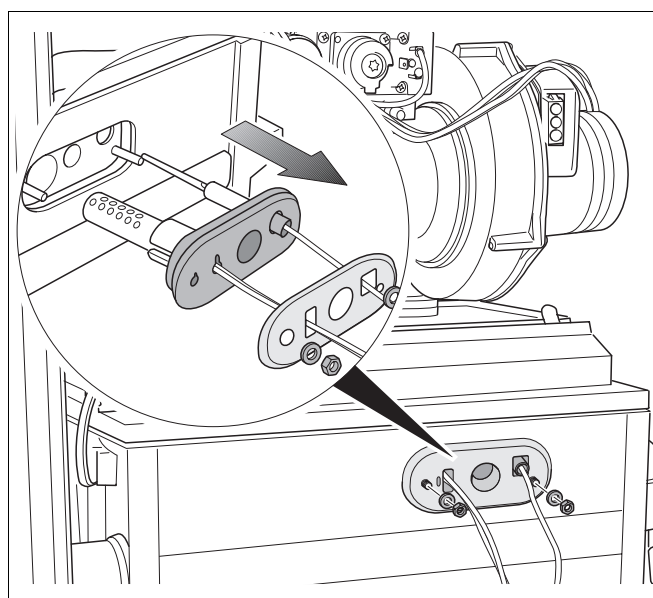

Fig. 109 Afmontering af ioniseringselektrode og gløderør
- 2 Løsn møtrikkerne (fig. 109).